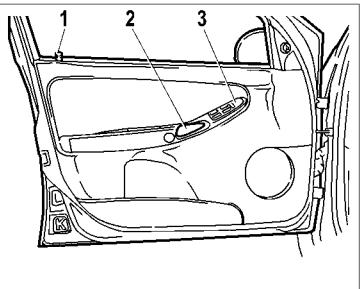

Рис. 4. Передняя левая дверь
**Передние двери** блокируются: снаружи – ключом 1 (рис. 3) или пультом дистанционного управления; изнутри – нажатием на кнопку 1 (рис. 4, 5) в двери или на кнопку  в блоке переключателей (рис. 6а). Блокировать замок можно только при закрытых дверях.